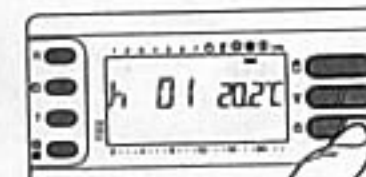

Fig. 28
**5.3** - Premere una sola volta il pulsante **M** (fig. 28).